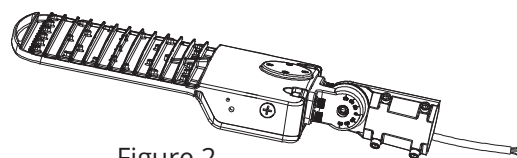

Figure 2
- 3 Fixer la moitié du support rotatif branché à l'étape 2 au luminaire à l'aide du matériel fourni, puis faire passer le cordon dans l'autre moitié du support rotatif. (Figure 2)
- 4 Visser le support rotatif et ajuster l'angle selon les besoins. (Figure 2)